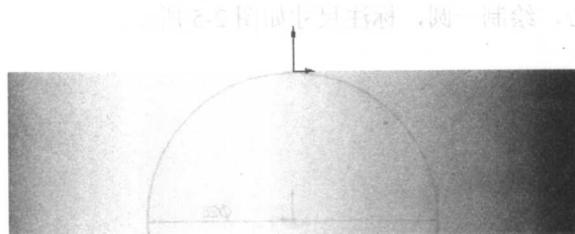

图 2-8 上视基准面
STEP6 选择上视基准面为绘制平面, 进入草图环境, 如图 2-8 所示。